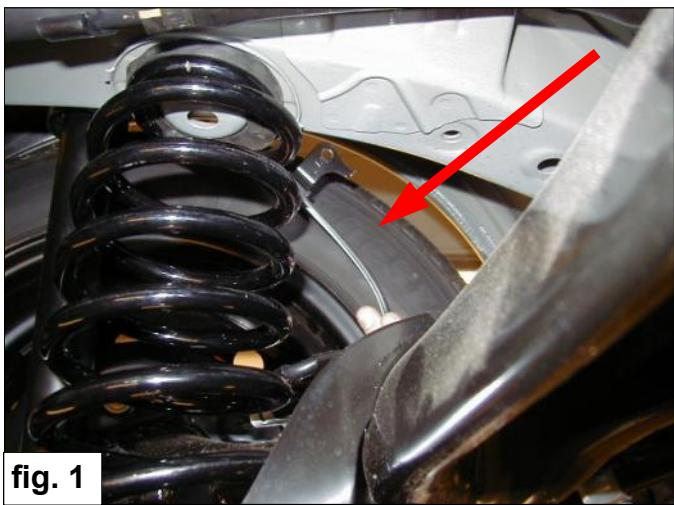

fig. 1
1. Set HV-360401: Demonteer de onderste schokdemperbout. **Let op; dat de remleidingen en de kabels van de ABS niet onder spanning komen te staan!** Zie fig. 1.